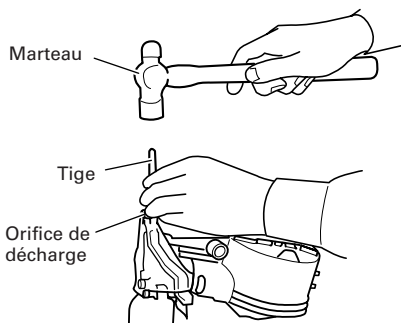

Fig. 14
- (1) Enlevez le coil du magasin, ouvrez le guidage de clous et introduisez une tige dans l'orifice de décharge. Tapez ensuite la tige à l'aide d'un marteau. (Fig. 14)